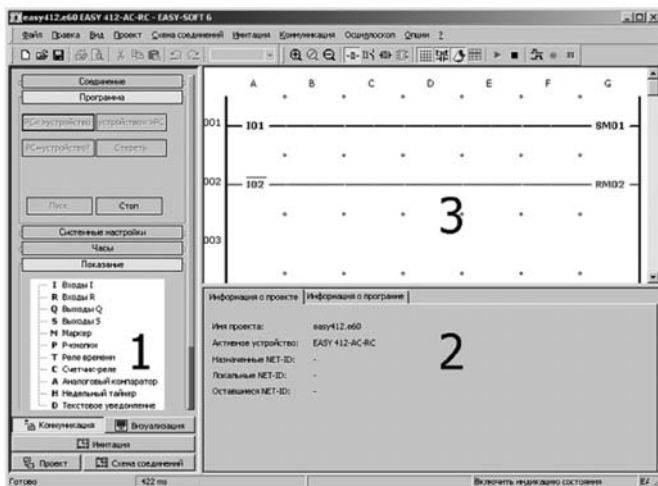

Рис. 8.32. Интерфейс Easy Soft Pro в режиме «Коммуникация»
Интерфейс EASY-SOFT и в этом режиме состоит из трех частей. Он очень похож на режим «Имитация» и содержит панель инструментов 1, поле свойств 2, а также схему соединений 3 (рис. 8.32).
- Текущее состояние элементов схемы соединений работающего реле можно отобразить в окне схемы соединений (3 на рис. 8.32), выбрав в основном меню **Коммуникация, Индикатор состояния вкл.** При этом, также как в режиме имитации, активизируемые катушки и контакты подсвечиваются красным цветом. Для отображения в панели свойств (2 на рис. 8.32) состояния входов и выходов работающего реле необходимо выбрать желаемые элементы, используя кнопку **Показание** панели инструментов (1 на рис. 8.32).